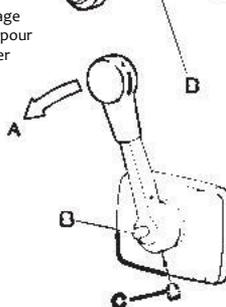

Fig. 18
- Serrez la vis de fixation (C fig. 18) et assurez-vous que le levier est bien fixé à l'axe.